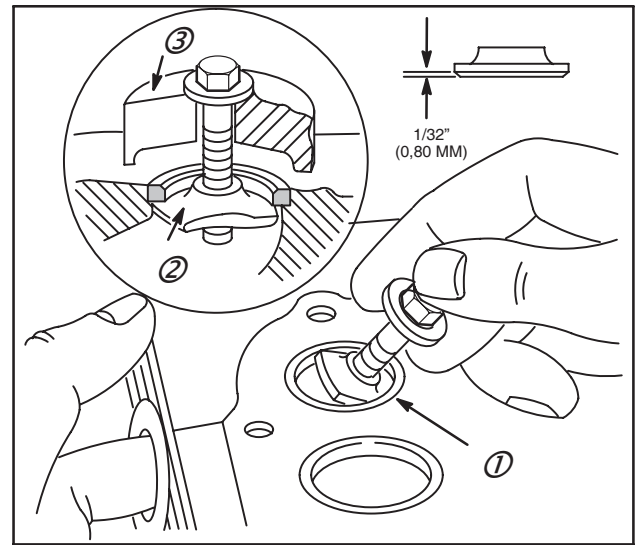

Fig. 14
1. Utiliser l'extracteur de siège **Réf. : 19138**, comme illustré à la Fig. 14, et choisir l'écrou d'extraction approprié (2). Voir Tableau No. 5, page 12.
2. S'assurer que le corps de l'extracteur (1) n'appuie pas sur l'insert de siège, Fig. 14.
3. Serrer l'écrou de 5/16" jusqu'à l'extraction de l'insert du siège (3).
NOTE: Sur les cylindres en aluminium, il peut être nécessaire de meuler l'écrou d'extracteur pour que son épaisseur soit de 0,8 mm afin de pouvoir le glisser sous l'insert de siège de soupape, Fig. 14.